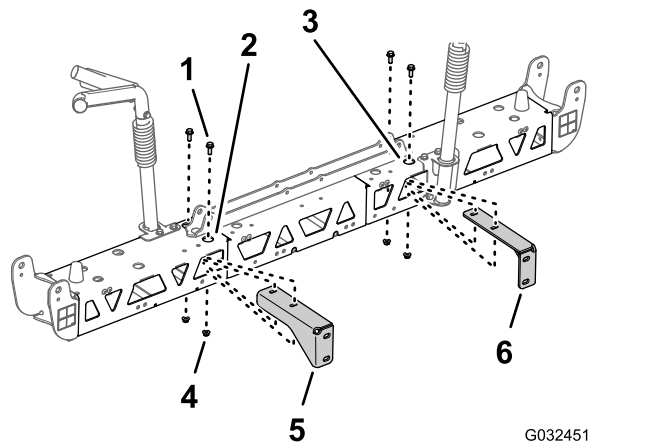

图56
3. 使用在 从中间喷洒段上卸下支撑托架 \(页码 22\) 的步骤 2 和 3 中卸下的 2 个凸缘头螺栓 3/8 x 1 英寸和 2 个凸缘锁紧螺母 3/8 英寸将右支撑托架组装到右桁架框架上图56。
4. 对左桁架框架的左支撑托架重复步骤 2 和 3图56。
2. 如图56 所示将右支撑托架中的孔与右桁架框架中的孔对齐。